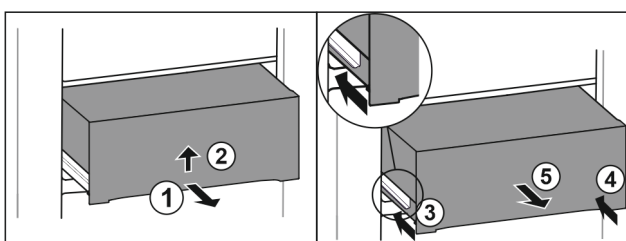

Fig. 32
- Lade er half uittrekken. Fig. 32 (1)
- Lade aan de onderkant optillen. Fig. 32 (2)
- Linker rail erin schuiven. Fig. 32 (3)
- Rechter rail erin schuiven. Fig. 32 (4)
- Lade naar voren toe verwijderen. Fig. 32 (5)